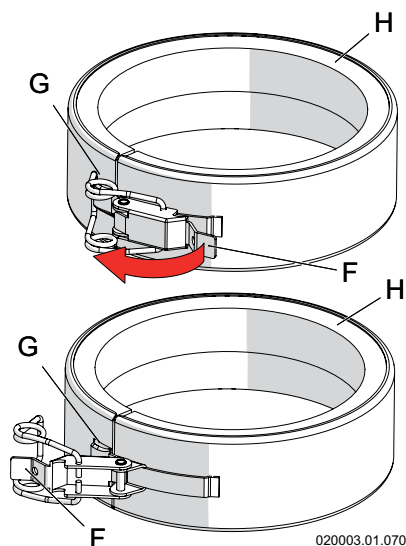

Figure 5-13 - Figure de fourniture de serrage + bande
**ATTENTION !!!** Sécurisez mécaniquement les joints entre les divers éléments de composant des conduits d'échappement et d'admission d'air en utilisant des systèmes de raccords ou équivalents. Voir figure 5-13.